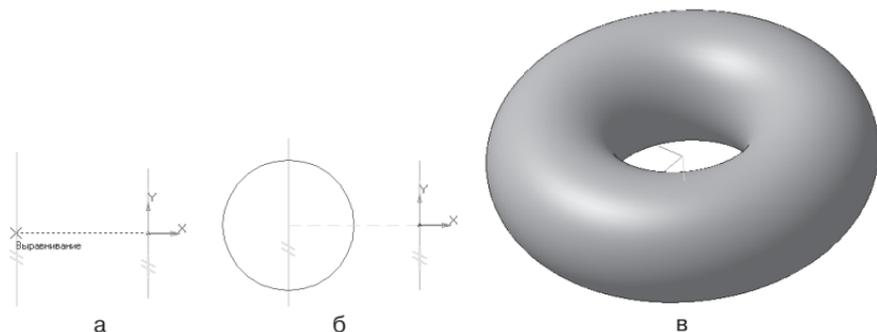

Рис. 137. Создание трехмерной модели тора
- найдите центр окружности (рис. 137,а);
- постройте окружность радиусом 20 мм (рис. 137,б);
- На Инструментальной панели Вид выберите команду **Полутоновое, Полутоновое с каркасом** (рис. 137, в);